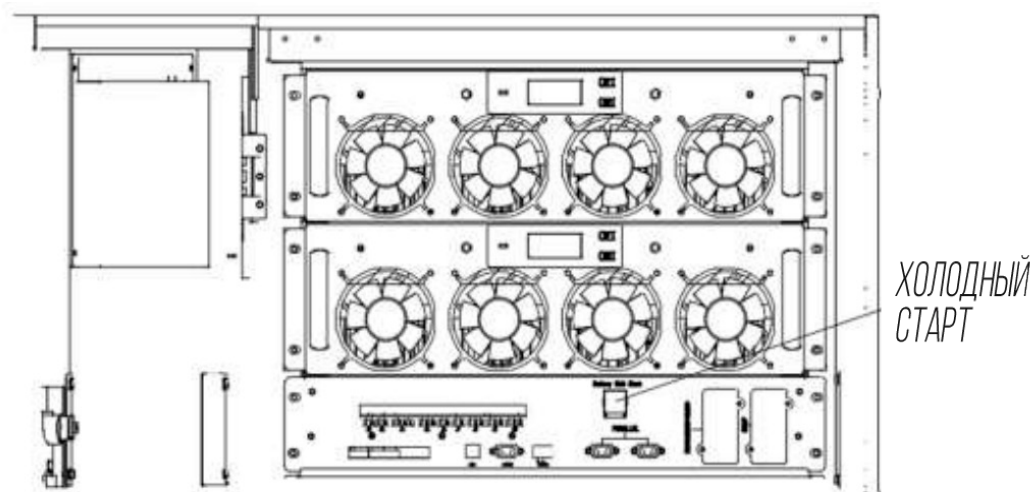

Рис. 5-1. Холодный старт.
2. Нажмите на кнопку холодного старта (Рис. 5-1). Начнется запуск системы от батарей.